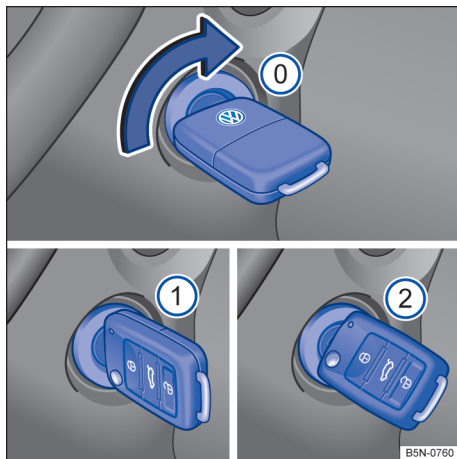

Fig. 79 Ao lado do volante, à direita: posições da chave do veículo no cilindro da ignição.
Posições da chave do veículo → Fig. 79
4.	Girar a chave do veículo no cilindro da ignição para a posição → Fig. 79 ① para ligar a ignição. Nesse instante a luz de controle do sistema de partida aquecida 🔌 irá se acender no instrumento combinado.
6.	Girar a chave do veículo no cilindro da ignição para a posição → Fig. 79 ② para dar partida no motor – não acelerar. Caso a etapa 5 não seja respeitada, a luz de controle 🔌 irá piscar indicando a necessidade de interromper o procedimento de partida e repeti-lo após retornar a chave para a posição → Fig. 79 ③ e aguardar aproximadamente 10 segundos.
5.	Girar a chave do veículo no cilindro da ignição para a posição → Fig. 79 .